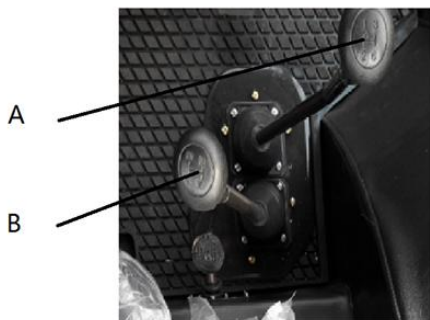

图 4-7 变速杆
主、副变速箱由两根操纵杆(主变速杆①和副变速杆②)分别操纵(见图 4-7),实现 12 个前进挡及 4 个倒退挡。主变速杆“①”可获得 4 个排挡(1、2、3、4)。副变速杆“②”可获得 3 个前进速度区段(I 为低速区,Ⅱ为中速区,Ⅲ为高速区)和 1 个倒挡区 R。